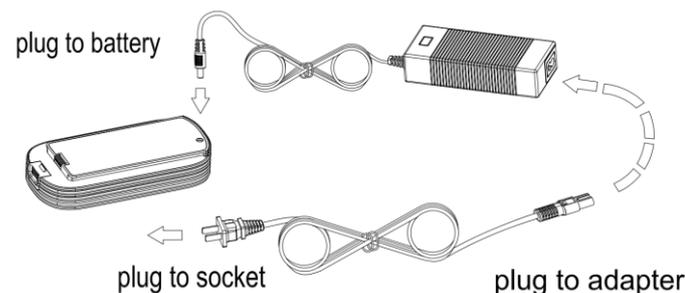

Figura 7 – Diagrama esquemático de carga de batería sola
- ① Conecte adaptador de CA como se muestra en la Figura 7, para cargar la batería;
- ② Saque la batería como se muestra en la Figura 3 y luego conecte el adaptador de CA como se muestra en la Figura 7 para cargar la batería;